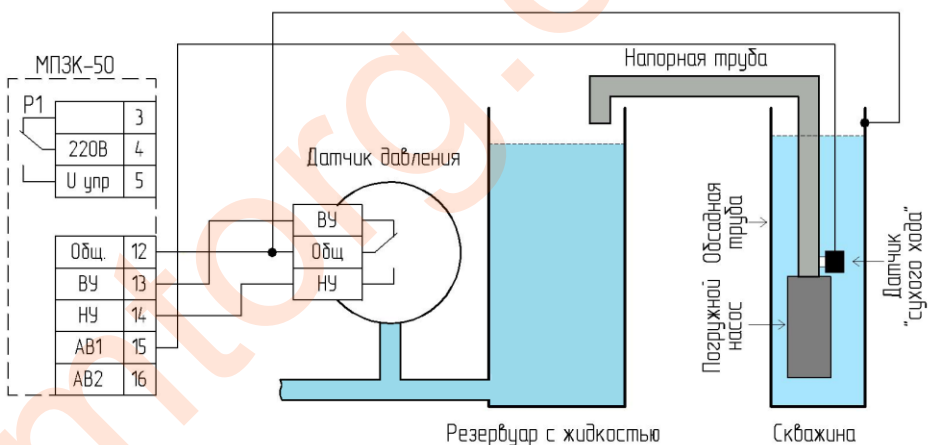

Рис.5 Выключение электродвигателя в режиме работы «датчик давления»
2) при увеличении уровня жидкости в резервуаре, давление на датчик увеличивается, достигнув значения верхней уставки («ВУ») датчика, происходит автоматическое выключение электродвигателя насоса (см. Рис.5);